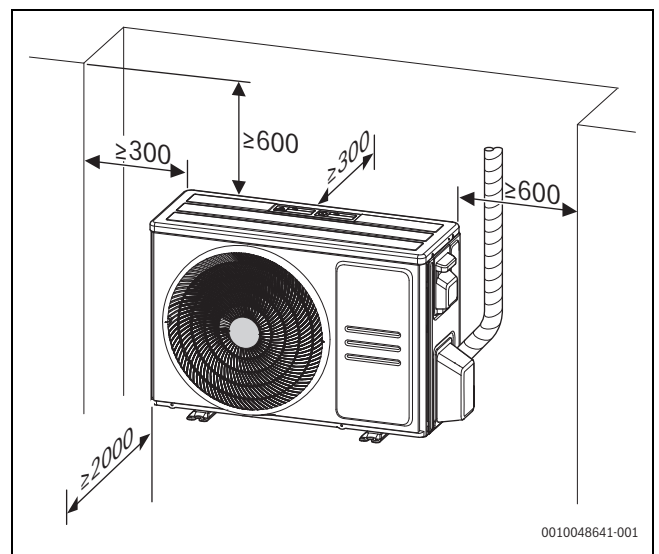
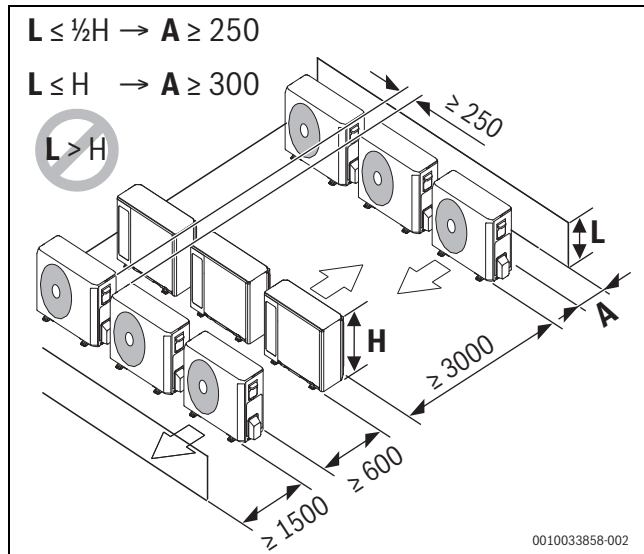

Bild 11 Mindestabstände Außeneinheit (Maße in mm)
Bild 12 Mindestabstände bei mehreren Außen-einheiten (Maße in mm)
- Die Mindestabstände zu Wänden und anderen Hindernissen müssen für eine gute Luftzirkulation sichergestellt sein (→ Bild 11 und Bild 12).
- Die Abmessungen der Außeneinheit müssen beachtet werden (→ Bild 12).